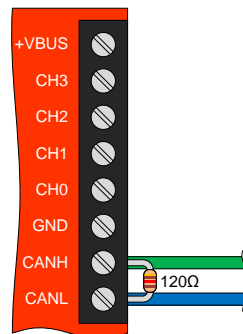

图 2-2. Can 图
一个德州仪器 (TI) SN65HVD1050D 高速 CAN 收发器被包含在开发套件内。DK-TM4C123G 可通过电路板上的螺丝型端子被轻松连接至其它启用 CAN 的器件，请见图 2-2。